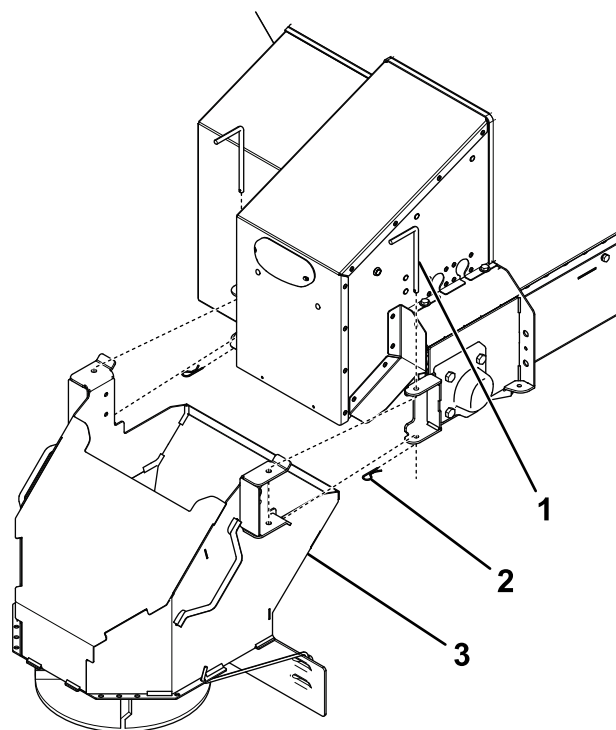

Bild 24
3. Entfernen Sie die zwei Arretierbolzen und Splinte, mit denen der Tellerstreuer am Füllkasten befestigt ist (Bild 24).